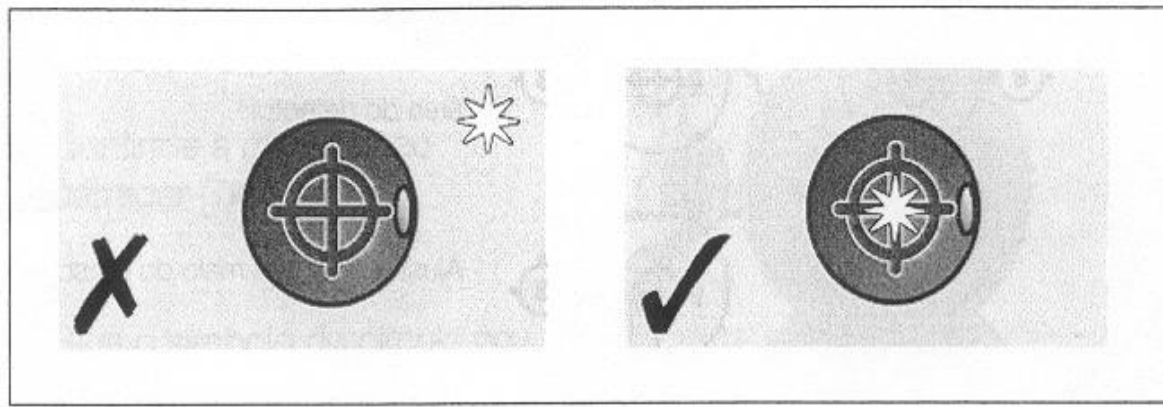

Fig. 14 Atingir o alvo
c) Regule os raios laser de modo a que estes atinjam o centro do alvo na unidade de medição oposta (fig. 14).